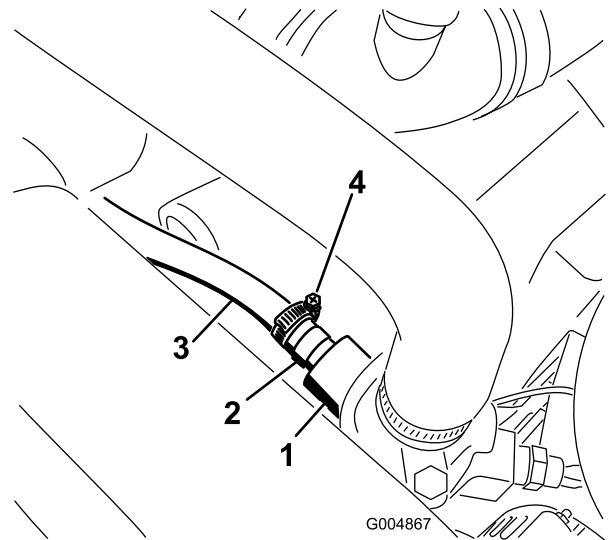

Figura 16
3. Instale el adaptador de la manguera en el alojamiento del termostato del motor (Figura 16).
4. Conecte el extremo libre de la manguera de presión al adaptador del alojamiento del termostato del motor (Figura 16).
Nota: Sujete la manguera al adaptador con un abrazadera. Enrute la manguera por debajo del limpiador de aire, según se muestra en Figura 16.
Nota: Enrute las mangueras lejos de cualquier componente caliente, rotativo o cortante. Conecte las dos mangueras de acoplamiento con una brida, según se muestra en Figura 16.